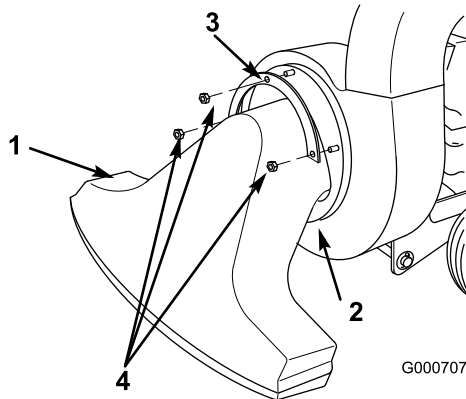

Figura 20
- Togliete i dadi di bloccaggio, le rondelle e la flangia di arresto che fissa il bocaglio, e togliete quest'ultimo (Figura 20).